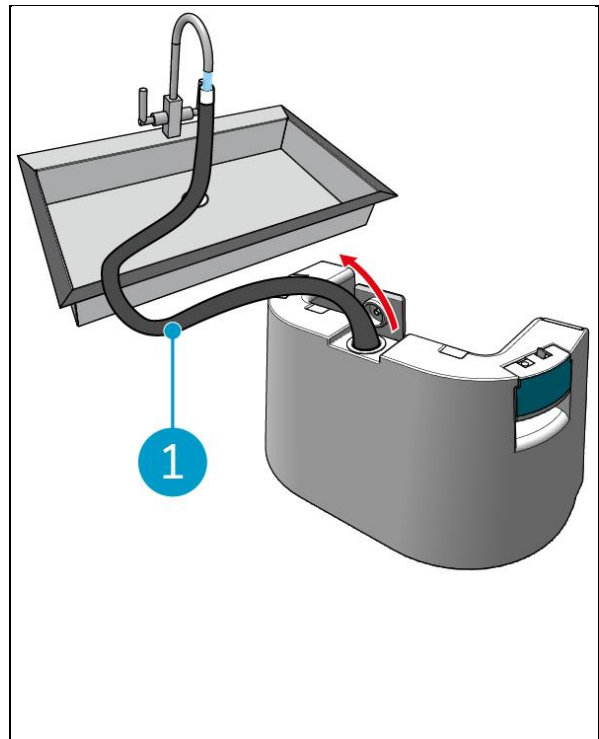

Figura 15
4. Estrarre il tubo di riempimento nero (Figura 15, pos. 1).
5. Riempire completamente il serbatoio dell'acqua pulita con acqua pulita, vedi Figura 15.